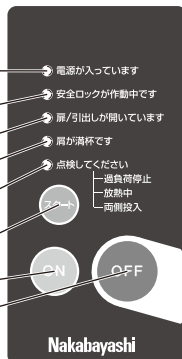

図2 操作パネル拡大図
P5 図2 参照
2. ONスイッチ⑪を押して下さい。電源表示ランプ⑪とロック中表示ランプ⑫が点灯して、モーターが数秒間正転します。その後、ロック中表示ランプ⑫が消灯して機械が運転可能な状態になります。 P5 図2 参照
3. 投入口扉②を開けてください。